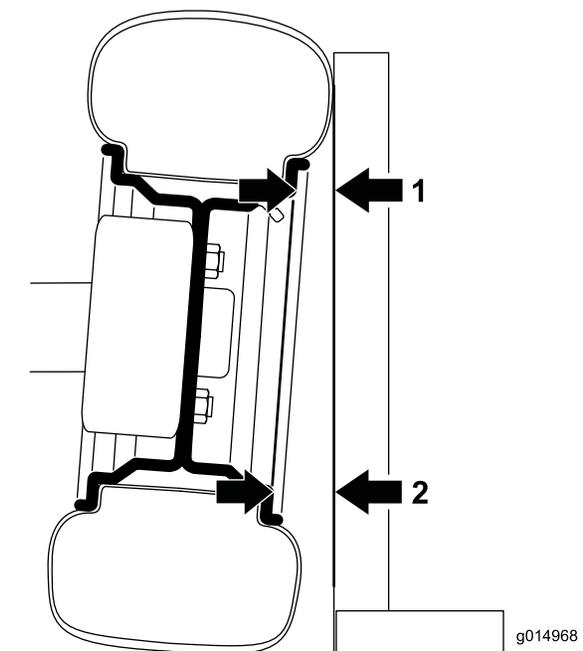

図 42
1. キャンバを測定するには、直角定規の直角の角をタイヤの正面に接触させる 図 42。
2. タイヤから直角定規までの距離を、タイヤの上下でリムの同じ部分から測定する 図 42。